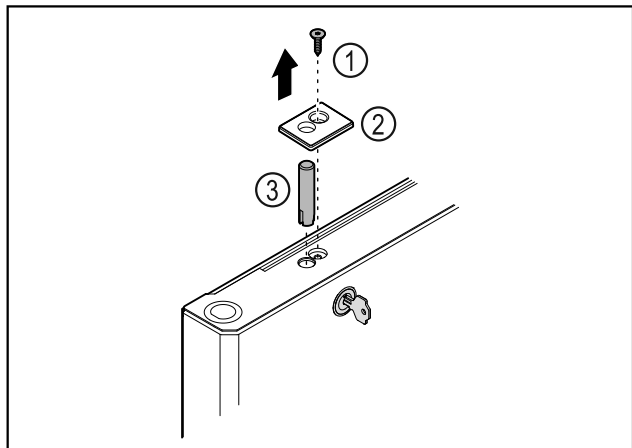

Fig. 33
- Vegye ki a csavart Fig. 33 (1).
- Pattintsa ki a burkolatot Fig. 33 (2) egy csavarhúzó segítségével, és vegye le.
- Húzza ki a zárcsapot Fig. 33 (3).